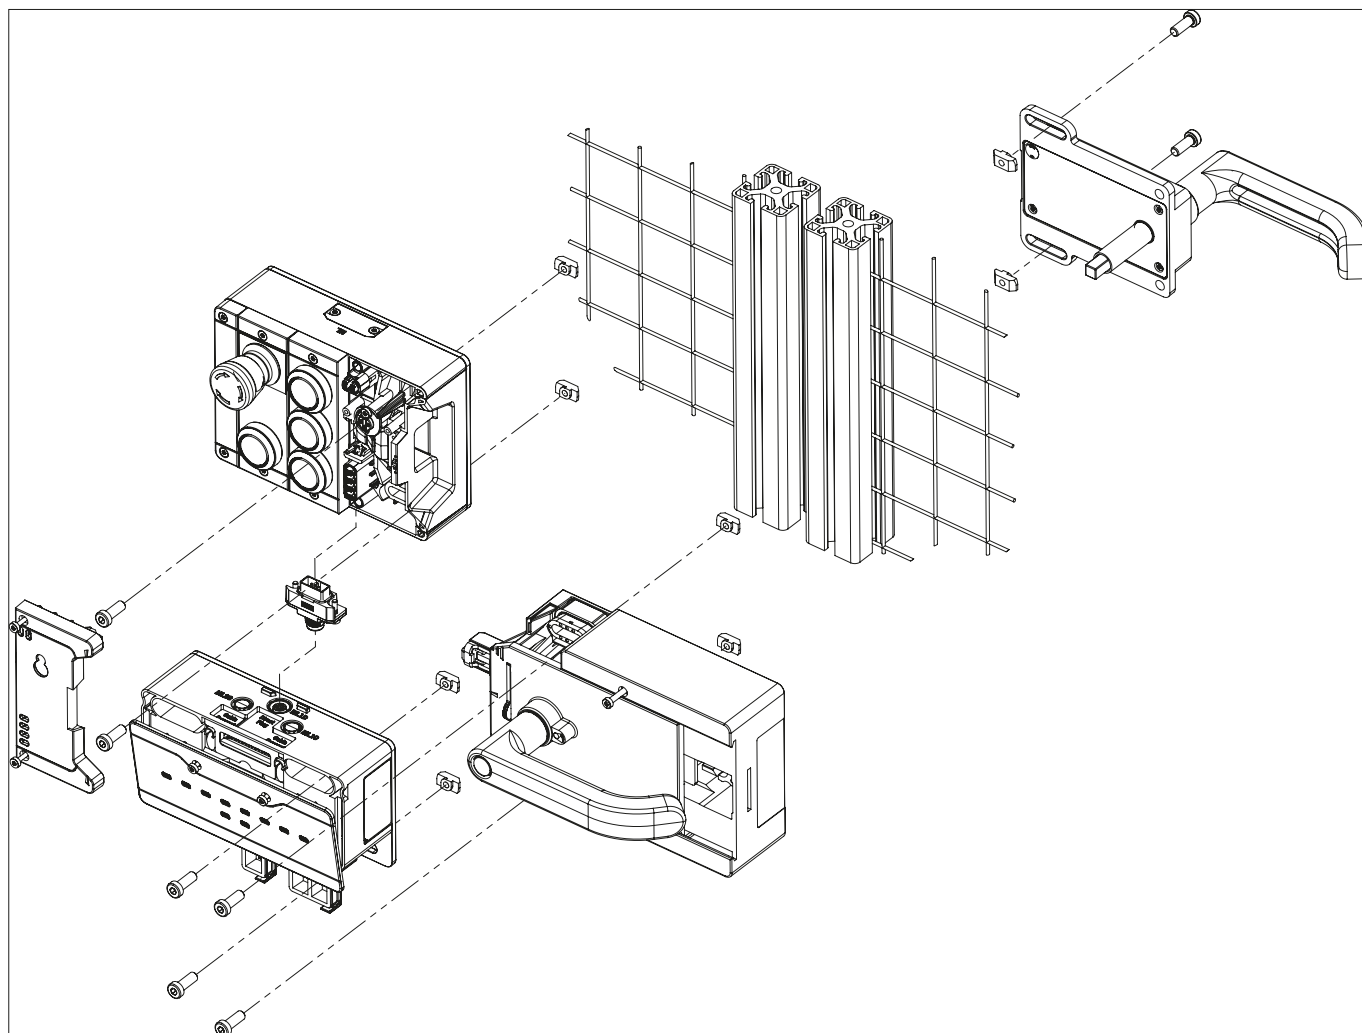
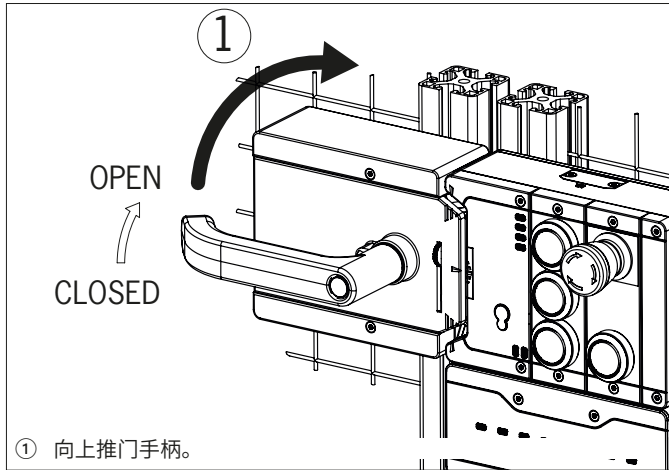
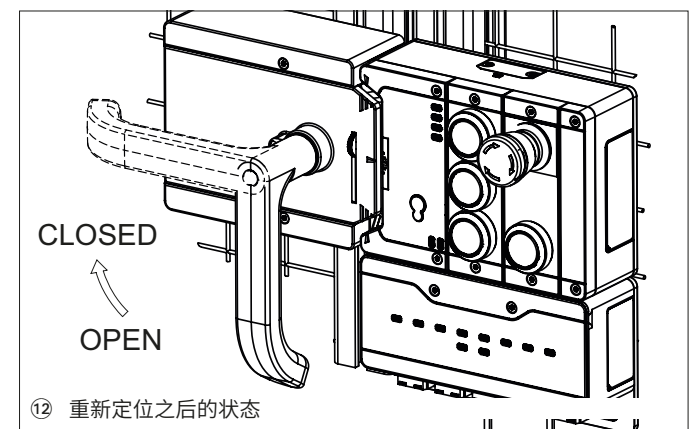

图9：右开式铰链门的安装示例（全视图）
图11: 更改触发方向, 步骤①
图16: 更改触发方向, 最终状态
- 将应急逃生解锁装置轴与手柄模块垂直对齐。请参见图9。
- 安装过程中，请注意正确对齐。在互锁/锁止模块的壳体和手柄模块的壳体上使用对准辅助设备（请参见图9）。
安装步骤请参见图9和图11至图16。
- 对于左开式铰链门，以相反方式安装系统。换句话说，需要通过向上抬门手柄开启安全门（请参见图11）。因此，必须更改门手柄的触发方向（请参见图11至图16）。